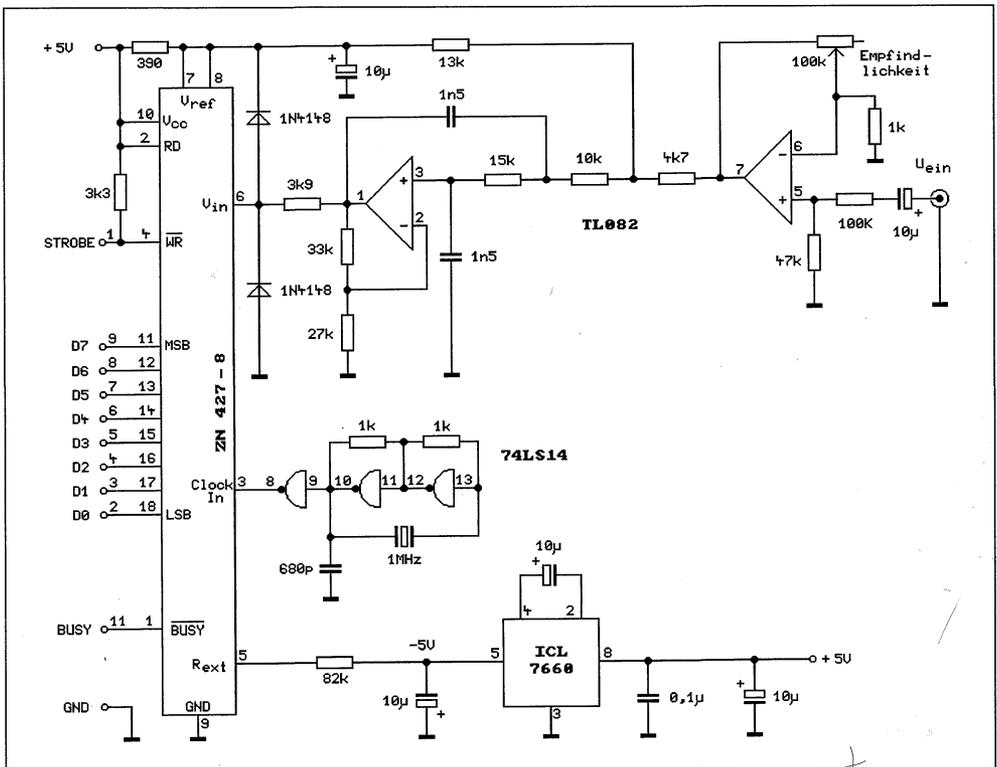
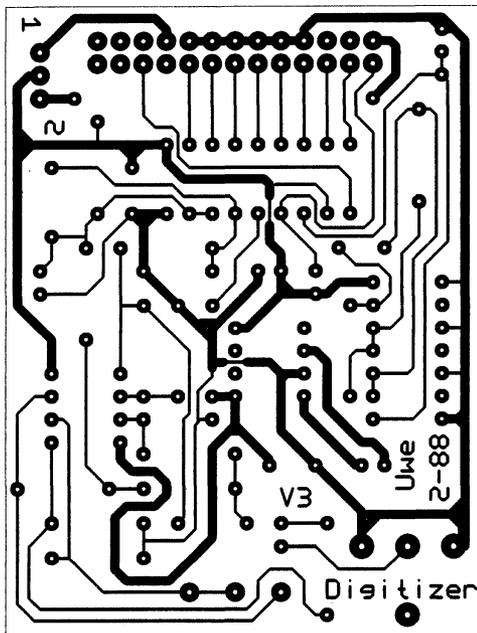
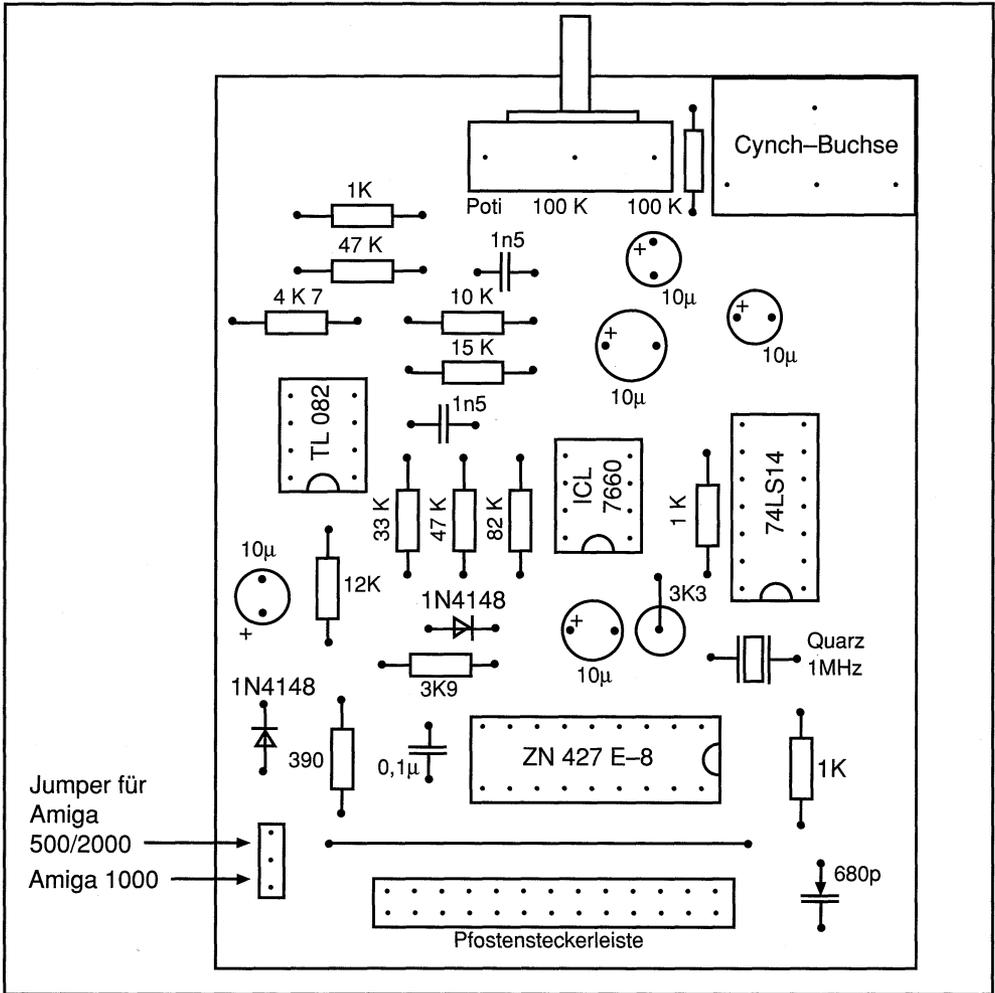

Bild 2.56: Der Schaltplan des Amiga-Digitizers
Bild 2.57: Platinenvorlage zum Amiga-Digitizer
Bild 2.58: Bestückung des Digitizers
Bild 2.56 zeigt den Schaltplan einer A/D-Wandlerkarte mit dem ZN 427 für den Parallelport des Amiga. Zum Starten der Wandlung wird der STROBE-Impuls eingesetzt. Er ist direkt mit dem \overline{WR} -Eingang des ZN 427 verbunden. So wird
Bild 2.57 zeigt die Platine des Analog/Digital-Wandlers. Obwohl ihr Schaltplan (Bild 2.56) recht unscheinbar aussieht, ist sie dicht bepackt und enthält vor allem viele Leiterbahnen. Richten Sie sich beim Herstellen der Platine und beim Bestücken nach den Hinweisen im Anhang A. Tabelle 2.14 gibt die benötigten Bauteile an, Bild 2.58 enthält den Bestückungsplan.
- 1 doppelseitige Platine nach Bild 2.57